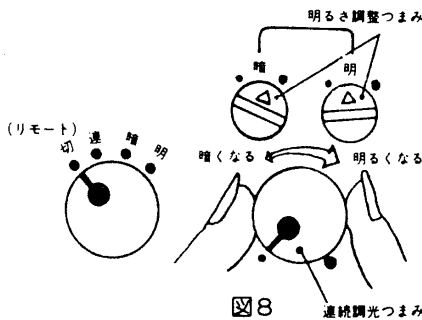

図8
- 切換スイッチを「連」にしますと連続調光つまみにより連続的に調光できます。(図8)